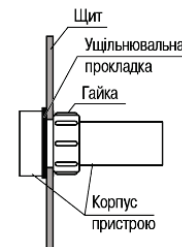

Рисунок 2 – Монтаж пристрою щитового кріплення
- Підготувати у щиті круглий отвір діаметром 22,5 мм (для запобігання прокручування пристрою виріз слід виконати складної форми, див. рисунок 2).